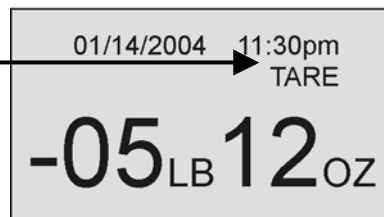

Figura 9. Peso Tara
El usuario puede establecer un peso tara presionando el botón TARE (9) mientras hay un peso en la plataforma de la balanza. El display pasa a cero y la TARA será exhibida para indicar que hay un valor tara en la memoria (como presentado en la Figura 9 arriba).